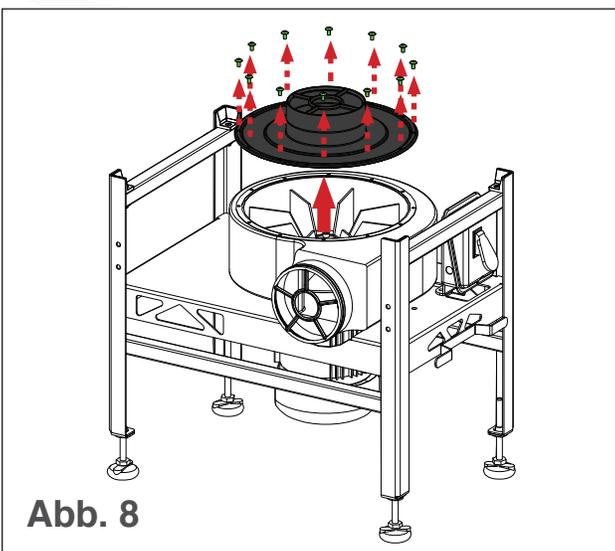

Abb. 8
3. Entfernen Sie alle 12 Schrauben von der Oberseite des Blattsammlers (siehe Abb. 8).
4. Entfernen Sie die Oberseite des Blattsammlers (siehe Abb. 8).